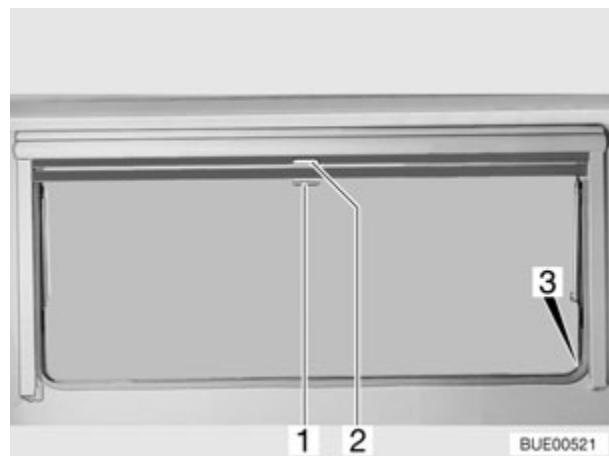

Fig. 35 Fenêtre projetante
- Tirer le store occultant vers le bas en le maintenant par la poignée (Fig. 35,2). Lorsque le store occultant est complètement fermé, l'accrocher des deux côtés du cadre de la fenêtre dans le dispositif de blocage (Fig. 35,3).
- Lorsque le store occultant est complètement fermé : appuyer sur la poignée (Fig. 35,2) vers le bas tout en la tirant légèrement vers l'intérieur. Décrocher à droite et à gauche le store occultant du dispositif de blocage du cadre de la fenêtre.
- Tirer la moustiquaire par la poignée (Fig. 35,1) vers le bas et l'accrocher des deux côtés sur le cadre de la fenêtre dans le dispositif de blocage (Fig. 35,3).
- Appuyer sur la poignée (Fig. 35,1) vers le bas tout en la tirant légèrement vers l'intérieur. Décrocher à droite et à gauche la moustiquaire du dispositif de blocage du cadre de la fenêtre.